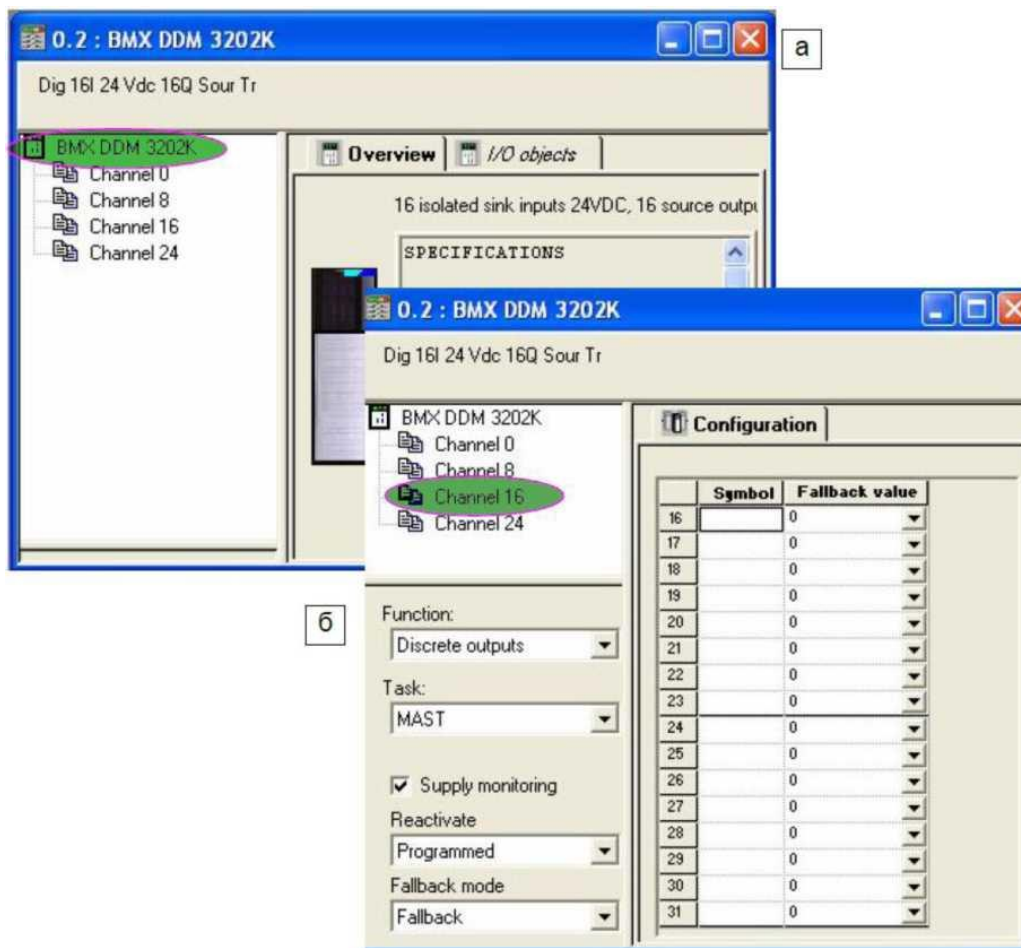

Рис. 5. Вікно конфігурації модуля
4) Змінити конфігурацію процесорного модуля, відповідно до рис. 5.